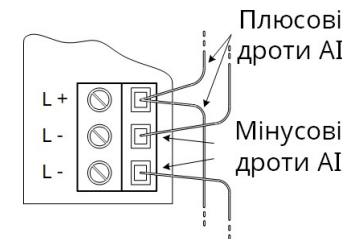

Рисунок 4.1 - Схеми підключень АІ
4.1 Для доступу до клем слід зняти передню кришку. На Рис. 4.1 наведено підключення оповіщувача до АІ.